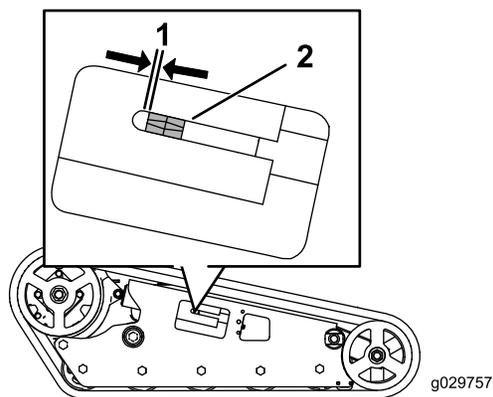

**Рисунок 53**
3. Отвинтите зажимной болт и гайку (Рисунок 53).
5. Совместите ближайшую выемку в натяжном винте с отверстием в зажимном болте и закрепите винт при помощи зажимного болта и гайки (Рисунок 53).
3. Используя сменную головку размером 1/2 дюйма, ослабьте натяжение привода, вращая натяжной винт по часовой стрелке (Рисунок 53 и Рисунок 54).